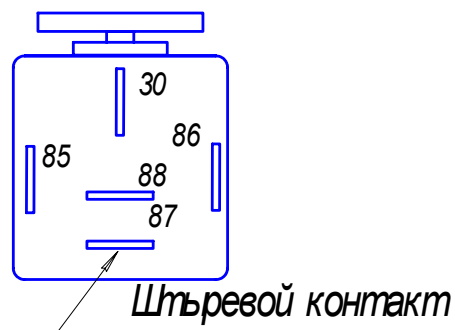

Рис.23- Реле вентилятора 901.3747
-замерить сопротивление катушки на штыревых контактах 85 и 86 ( см.рис. 23 )